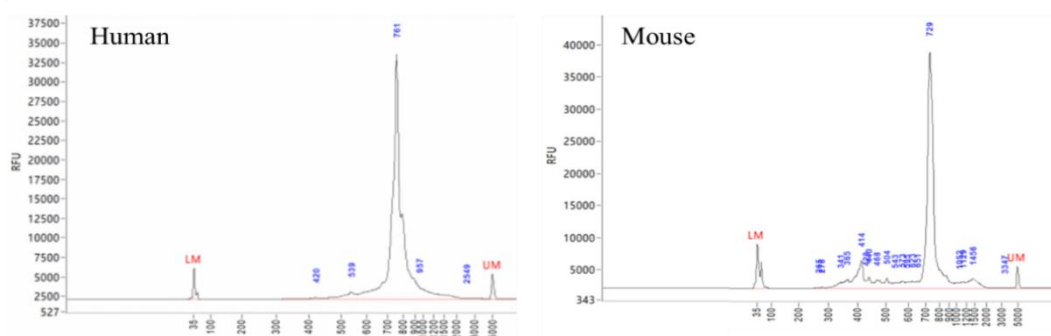

图 7 全长 BCR 二轮富集产物质检图
- 3) 质检结果请参照图 7，显示一条特异条带，在人源特异条带在 750 bp 左右，鼠源特异条带在 700bp 左右。